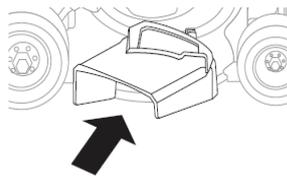

Рис. 11
2. Установите желоб бокового выброса под мульчирующей дверцей, вставив две защелки под шарнирный штифт дверцы (Рис. 11). Газонокосилка теперь готова к работе с боковым выбросом травы.